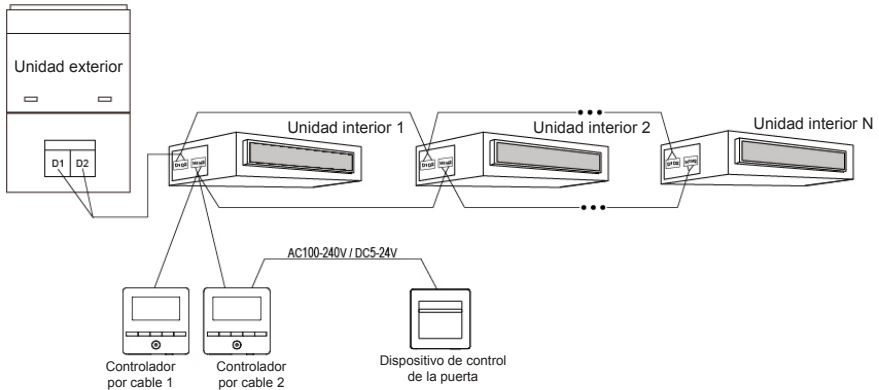

Figura 3.11 Método de conexión 2 entre el controlador por cable y el control de la puerta
- ① El controlador por cable 2 de la figura 3.11 se puede configurar como controlador maestro o esclavo.
- ② El controlador 1 de la figura 3.11 puede ser el modelo XK49 u otros modelos.
- (4) Potencia de alimentación del dispositivo de inserción/retirada de la tarjeta de control de la puerta compatible con el controlador por cable: CA 100-240 V~50/60 Hz, CC 5~24 V. En la práctica, conecte el cable de alimentación de salida del control de la puerta con la interfaz de suministro eléctrico correspondiente del controlador por cable, según el tipo de salida de alimentación del dispositivo de control de la puerta (consulte el apartado 3.1.4 "Instalación para la conexión por cable de una interfaz específica"). El controlador por cable valorará la colocación y la ausencia de